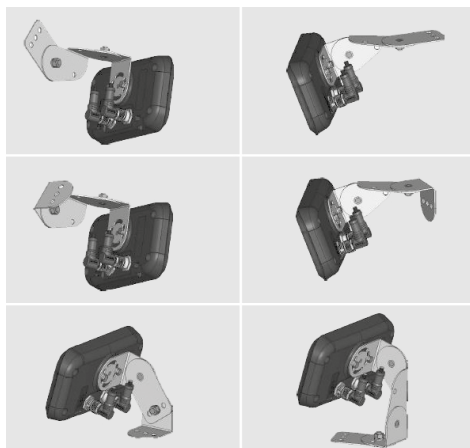

Bild 1: Konsolens konfigurationer
**2.2** Konsolen kan sättas ihop på flera olika sätt för att passa olika monteringskonfigurationer (se bild 1).